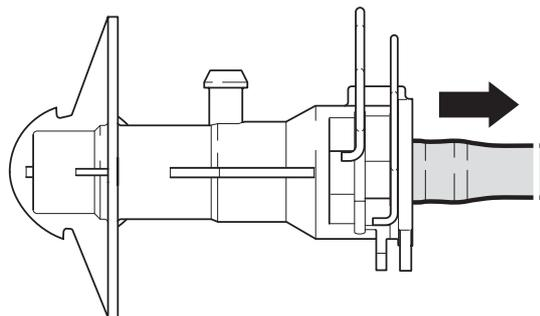

Figura 6: Con la linea idraulica staccato e le clip aperte, il foro di sfiato è libero
3. Estrarre la linea idraulica fino all'arresto (figura 6)